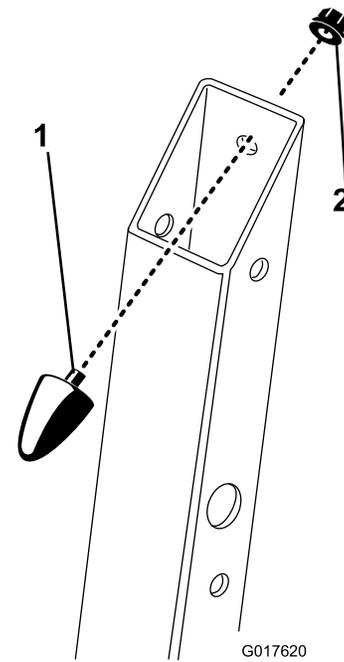

Bild 6
4. Wenn die konischen Gummistoßstangen nicht bereits montiert sind, führen Sie folgende Schritte aus: Entriegeln Sie den Überrollbügel und klappen ihn zusammen. Setzen Sie die konischen Gummistoßstangen in den Ausschnitt oben an den Überrollbügelstützen ein, wie in Bild 6 dargestellt. Befestigen Sie die Stoßstangen mit den Bundmuttern (5/16").